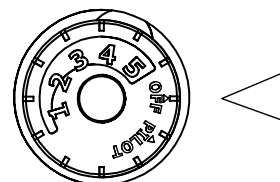

Fig. 25 - Perilla de control
2. Gire la perilla de control hacia la derecha  a la posición "OFF" (Ver Fig. 25).
3. Espere cinco (5) minutos para que se vacíe todo el gas. Luego huela en busca de gas, incluyendo cerca del piso. Si huele gas, ¡ALTO! Siga "B" en la información de seguridad anterior. Si no huele a gas, vaya al siguiente paso.
6. Mantenga oprimida la perilla de control durante (30) segundos después de que el piloto encienda. Suelte la perilla de control.
- Si el piloto se apaga repita los pasos 3 al 7. Espere (1) minuto antes de intentar encender el piloto de nuevo. Si después de varios intentos el piloto todavía se apaga, gire la perilla de control hacia la derecha  a la posición "OFF" y llame a un técnico de servicio calificado.